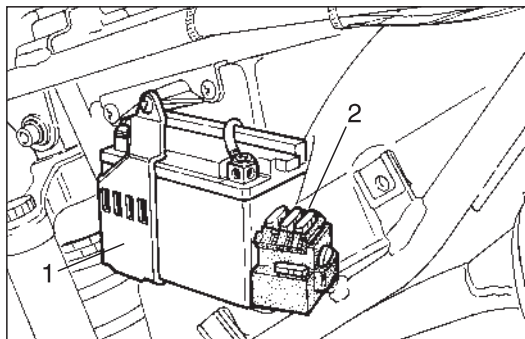

Fig. 36
BATTERIA (Fig. 36)
- estrarre la batteria (1-Fig. 36);
SOSTITUZIONE FUSIBILI (Fig. 36)
- ◆ Estrarre un fusibile alla volta (2-Fig. 36) e controllare se il filamento è interrotto.